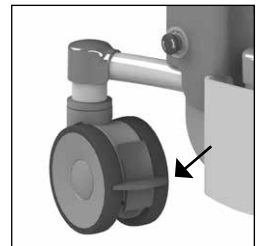

Abbildung 2 Steuerungsrolle.
- Der Tango XXL Stuhl kann gebremst werden, indem die graue Lippe an der Rolle eingedrückt wird (Siehe Abbildung 2).